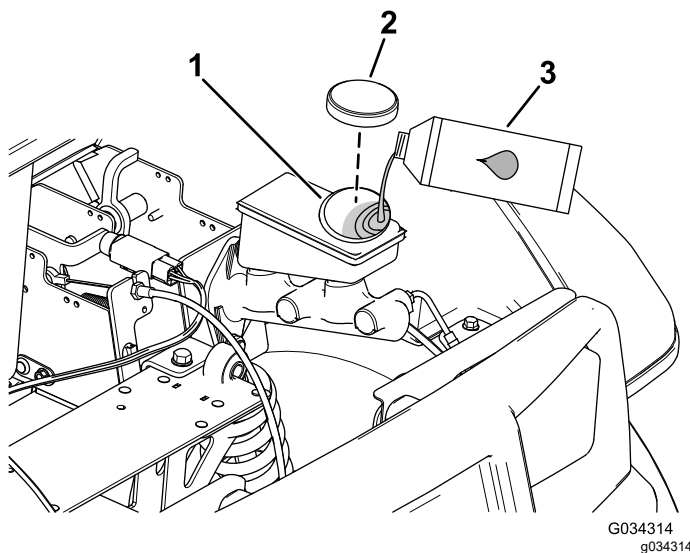

図 50
2. フードを持ち上げてブレーキのマスターシリンダとブレーキ液タンクにアクセスできるようにする 図 50。
A. ウェスでタンクのキャップの周囲をきれいに拭いてキャップ外す 図 50。
- C. タンクにキャップを取り付ける 図 50。